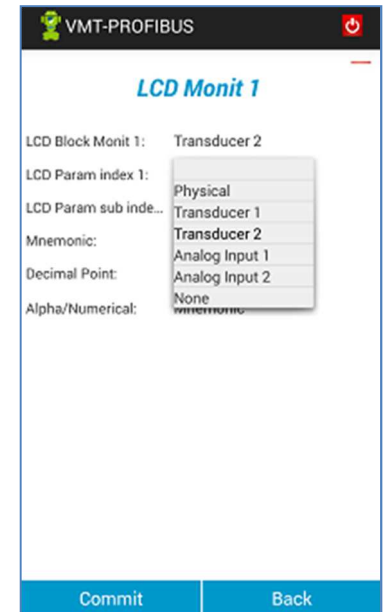

Figura 8.8 – Lista de enumeração.
- *Enumerated* (Uma lista de opções de *string* correspondente com uma lista de valores). Figura 8.8.